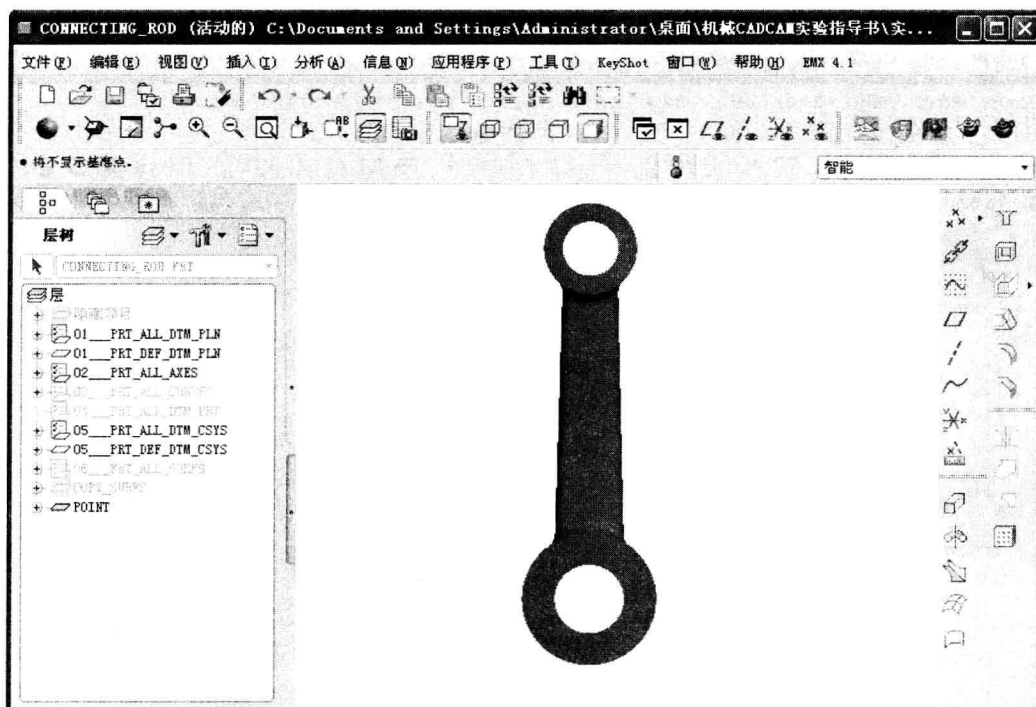

图 1-15 前视图
- (1) 前视图：点击视角控制对话框中的 **【FRONT】**，模型显示效果如图 1-15 所示。